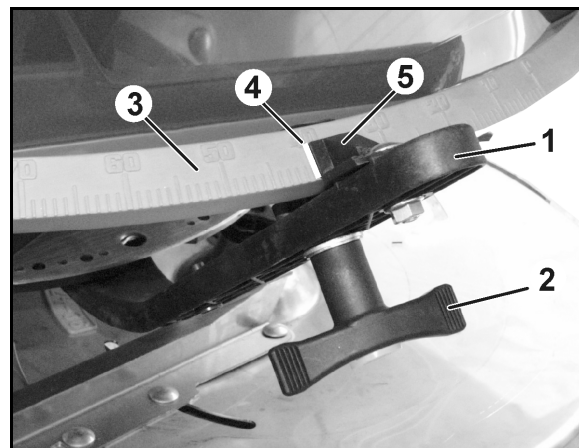

Fig. 51
2. Slăbiți piulița-fluture (Fig. 51/2).
3. Căutați pe scală poziția necesară a vanelor glisante (Fig. 51/3).
4. Poziționați muchia de citire (Fig. 51/4) a acului indicator al pârgiei de reglare (Fig. 51/5) pe valoarea de pe scală.
5. Strângeți din nou ferm piulița-fluture (Fig. 51/2).